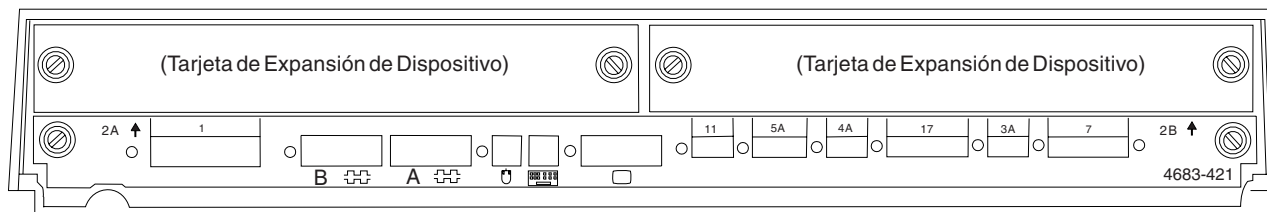

Figura 128. Parte posterior de la unidad base del Terminal de Punto de Venta IBM 4683-4x1
8. Compruebe en la “Hoja de trabajo B—Instalación de terminal - 4683” en la página 263 cada terminal del grupo de dispositivos de terminal y marque con una X en la Figura 128 los zócalos a los que se conectan los dispositivos.